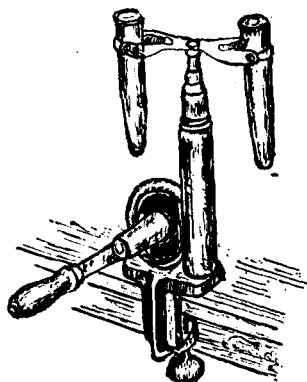
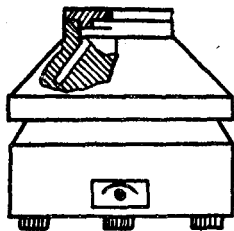

图 9 手摇离心机
图 10 电动离心机
9. 离心机 利用离心沉降原理，将沉淀与溶液分开的设备。分为手摇离心机如图 9 及电动离心机如图 10。